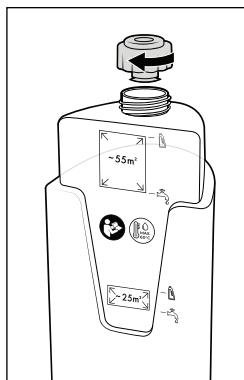

Fig. 10
- ◆ Vuelva a enroscar el tapón de cierre del depósito de agua limpia 11 (consulte la fig. 10).